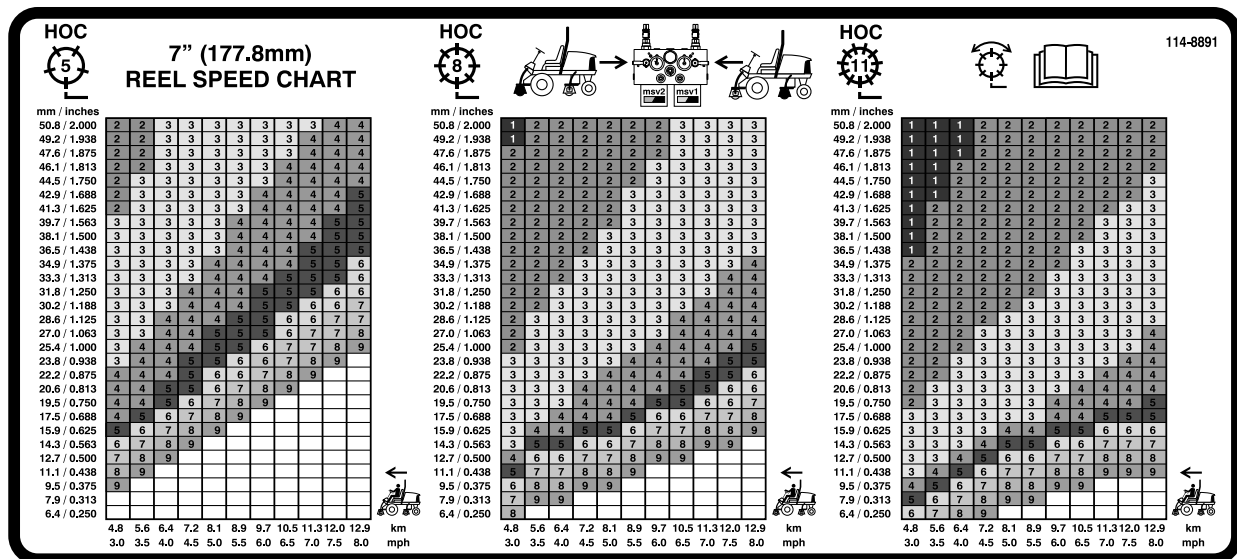

図 39
3. ステッカー 110-0996（図 39）上のグラフを使って、適切なリール速度の設定を行う。